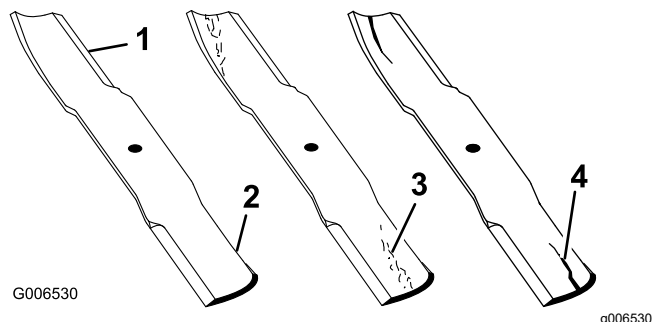

Рисунок 63
1. Осмотрите режущие кромки (Рисунок 63).
4. При обнаружении признаков повреждения, износа или образования зазора в этой области немедленно замените нож (Рисунок 63).